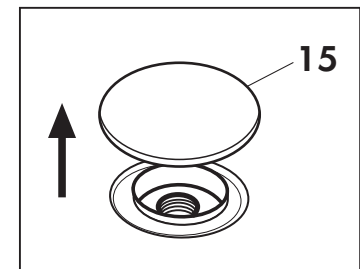

Fig. 4
Soulevant le bouchon (15) et remplir le réservoir détergent avec un produit détergent dilué selon les prescriptions figurant sur l'emballage du produit. (Fig. 4).